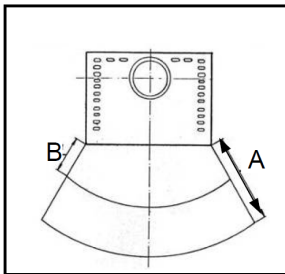

Bild 5
Im Sichtbereich (Strahlungsbereich) des Feuers muss zu brennbaren Bauteilen, Möbel oder auch z.B. zu Dekostoffen ein Abstand nach vorne von mindestens **900mm (A)**, gemessen ab Vorderkante Feuerraumöffnung eingehalten werden. Der Sicherheitsabstand reduziert sich auf **450mm (B)**, wenn ein belüfteter Strahlungsschutz vor das zu schützende Bauteil montiert wird (Bild 5)